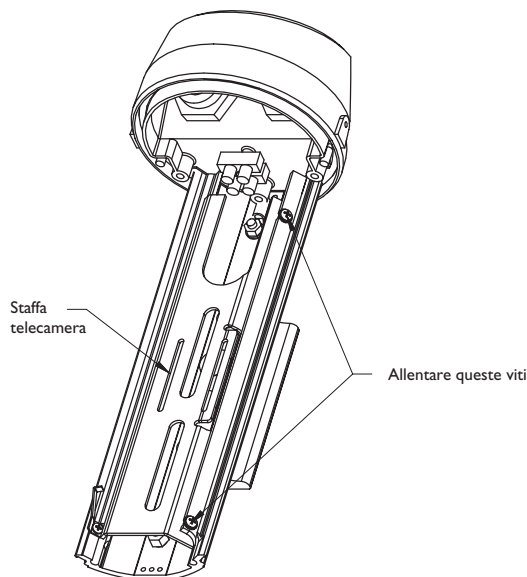

FIGURA 3: Rimozione della staffa telecamera
1. Allentare le due viti che fissano la staffa telecamera alla base. Non è necessario rimuoverle completamente. Vedi figura 3.